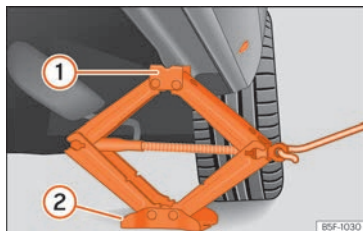

Fig. 192 Traversa: montarea cricului pe autovehicul.
• Rotiți manivela cricului, amplasată sub punctului de ridicare pe cric, pentru a ridica până când canelura ① » » fig. 192 ajunge sub punctul special prevăzut.
• Aliniați cricul astfel încât suportul ① să se „prindă” de carcasa prevăzută pe traversă și placa de bază mobilă ② să se așeze pe sol. Placa de bază ② trebuie să fie pe verticală față de punctul de sprijin ①.